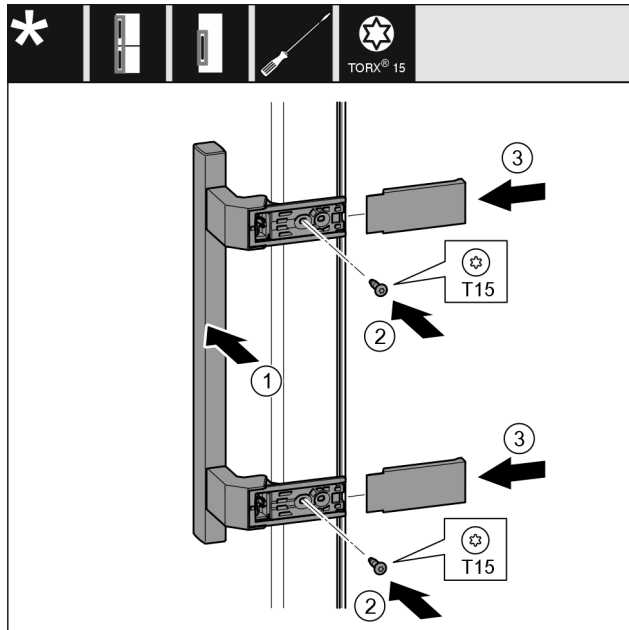

Fig. 21
- ▶ Griff Fig. 21 (1) auf der Gegenseite ansetzen.
- ▶ Schrauben Fig. 21 (2) mit Schraubendreher festschrauben.
- ▶ Abdeckungen Fig. 21 (3) seitlich ansetzen und aufschieben.